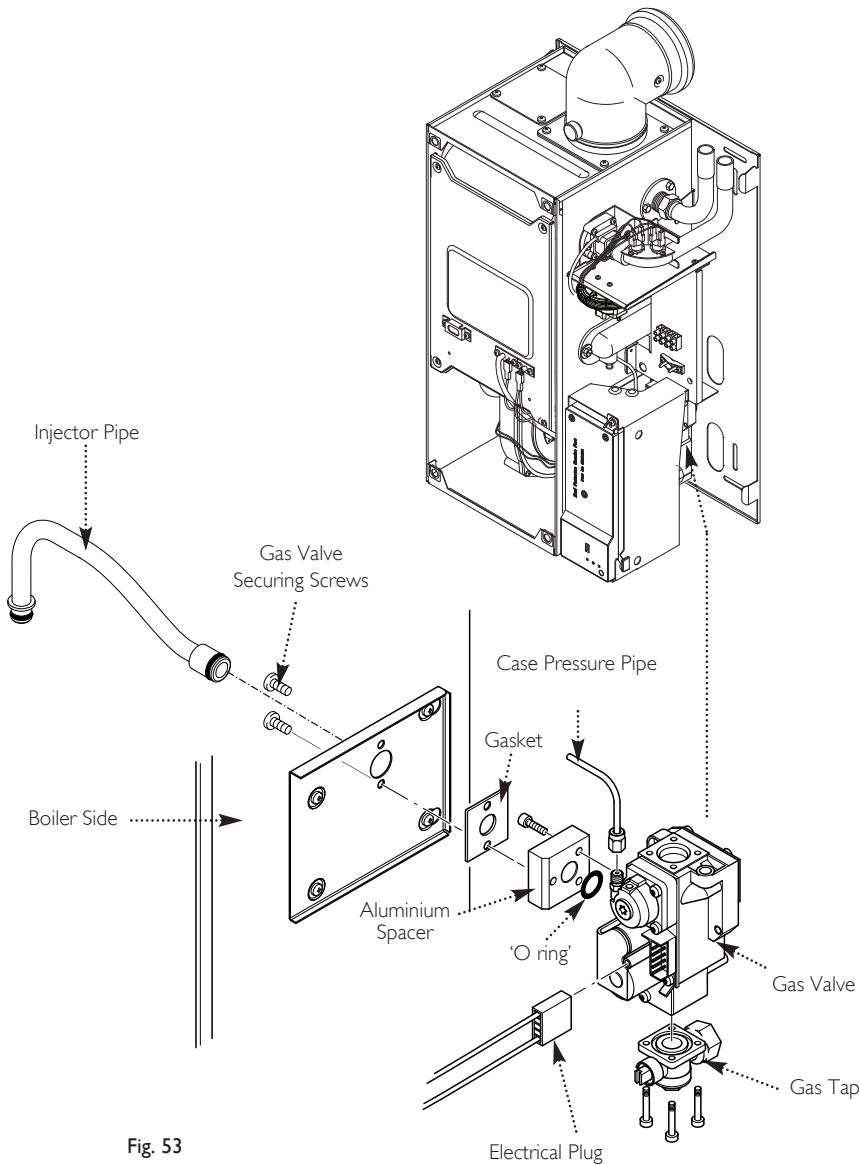

Fig. 53
15.8 Injector Pipe (Fig. 53)
15.9 Gas Valve (Fig. 53)